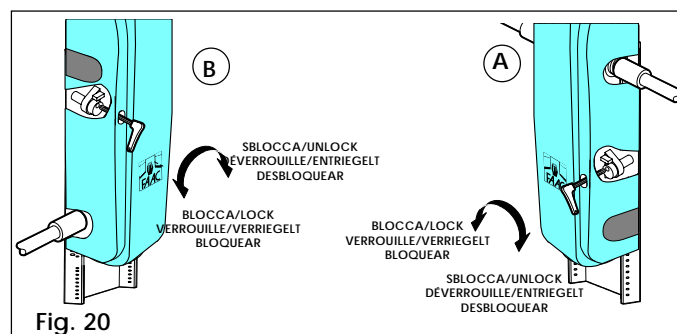

Fig. 20
**- De l'intérieur (Fig. 20)**